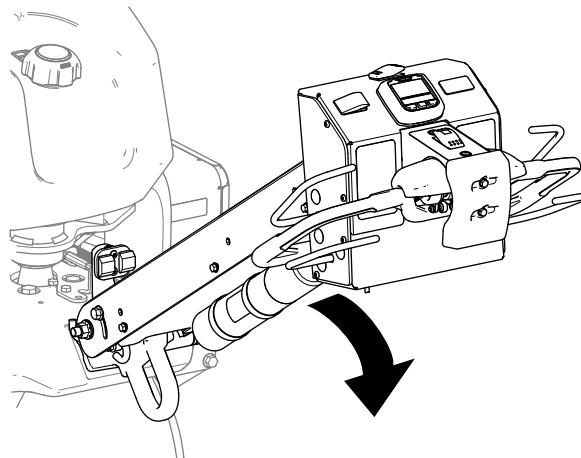

Bild 30
- Senken Sie den Lenker ab (Bild 30).